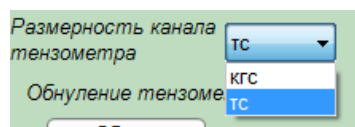

Рисунок 6.2 – Выбор размерности силы
2. Выбрать единицы измерения, в которых настроены показания датчика силы (Рисунок 6.2):